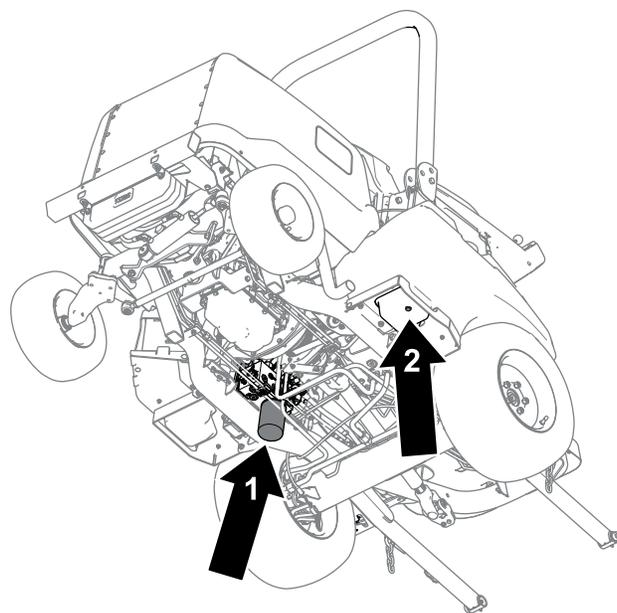

図 85
- タンクの底面にあるドレンプラグ 図 85 を外し、流れ出すオイルを容器に受ける。
- フィルタの下に廃油受けを置き 図 85 フィルタを外して排出されるオイルを回収する。